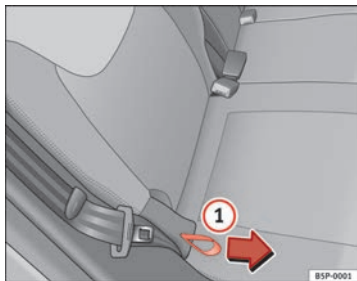

Abb. 99 Einstellung der Lehnenneigung, Rücksitz
- Halten Sie die Rückenlehne oben fest. Ziehen Sie die seitliche Zugschlaufe am Sitz → Abb. 99 ① in Pfeilrichtung und halten Sie die Zugschlaufe in dieser Stellung. Drücken Sie die Rückenlehne in die gewünschte Stellung nach hinten und lassen Sie die Zugschlaufe los.